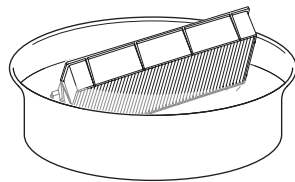

Figura 1
**1) Lave la unidad del filtro de aire. (Figura 1)**